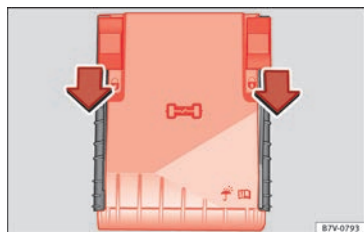

Fig. 60 Dans le compartiment moteur : cache du boîtier de fusibles.
- Déplacez les agrafes de fixation vers l'avant, dans le sens indiqué par la flèche pour déverrouiller le cache du boîtier de fusibles » **fig. 60**.